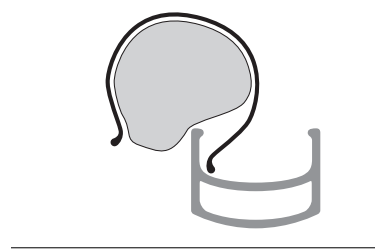

図 14. 片側のビードをリムに収める。
4. 片側のビードをリムに収めます(図14)。バルブの位置から始めましょう。